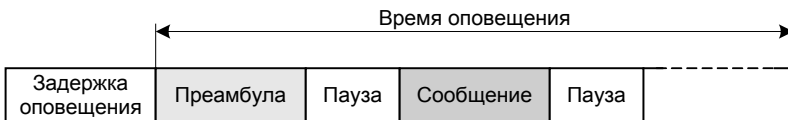

Рисунок 2
1.4.7.2 В общей сложности, в блоке может быть задано от одного до десяти сценариев оповещения. Структура сценария изображена на Рис. 2.